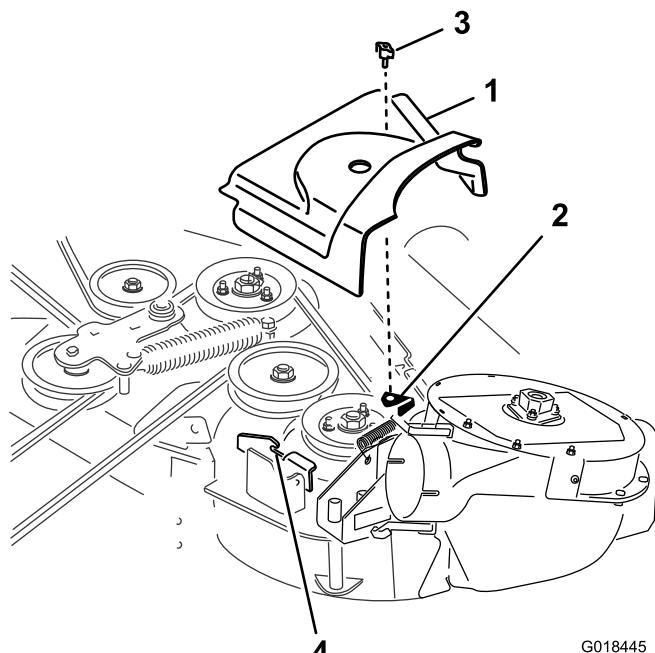

Figura 26
3. Instale la cubierta nueva de la correa de manera que las muescas de cada lado queden por encima de los soportes de la cubierta de la correa y cierre el enganche (Figura 26).
4. Sujete la cubierta nueva de la correa a la carcasa instalando el pomo de la cubierta del kit de soplador y transmisión a través de la cubierta, enroscándolo en el soporte de la cubierta de la correa (Figura 26).